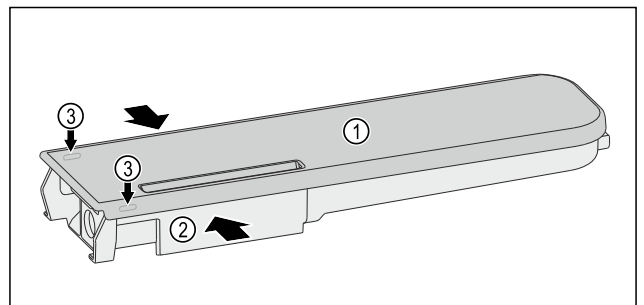

Fig. 231
- ▶ Nyomja össze a víztárolót Fig. 231 (2), és óvatosan emelje le, a fedelet Fig. 231 (1) a reteszelő fülekről Fig. 231 (3), majd húzza fel.
- ▶ Mozgassa óvatosan oda-vissza a fedelet Fig. 231 (1), majd könnyed mozdulattal vegye le felfelé.